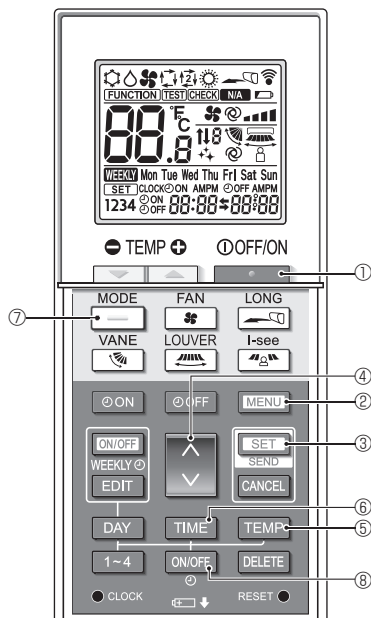

Fig. 6-9
1. Appuyez sur la touche [] ① pour arrêter le climatiseur.
2. Appuyez sur la touche [SET] ③ dans les 5 secondes. L'écran de réglage du mode s'affiche.
3. Appuyez sur la touche [] ⑦. Le mode de fonctionnement ⓐ clignote. (Fig. 6-9)
4. Appuyez sur la touche ⬆️ ④ pour changer le n° de réglage.
5. Vérifiez que le n° de réglage "6" est affiché et que ⓐ ne clignote qu'en mode de fonctionnement ⓐ, puis appuyez sur la touche [SET] ③ dans les 5 secondes.